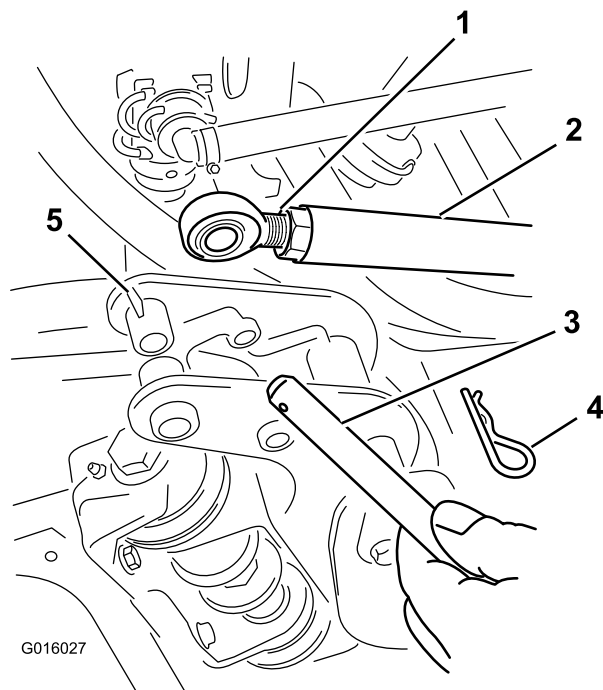

Рисунок 4
2. На каждой стреле удалите шплинт и извлеките палец из штока, чтобы отсоединить шток от корпуса оси поворота стрелы (Рисунок 4).